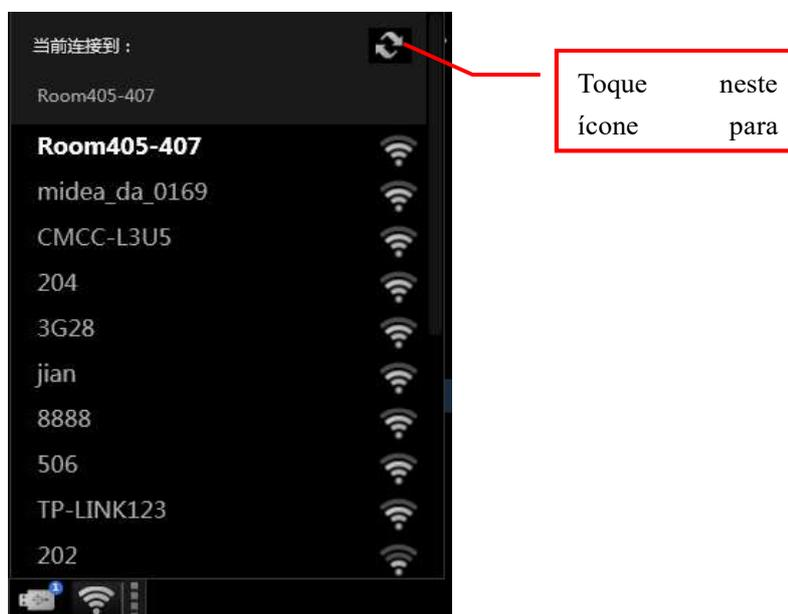

Fig. F-4
- Mova o cursor para o ícone e pressione a tecla  **Set** para estender a lista de redes Wi-Fi conectáveis, como mostrado na Fig. F-4.